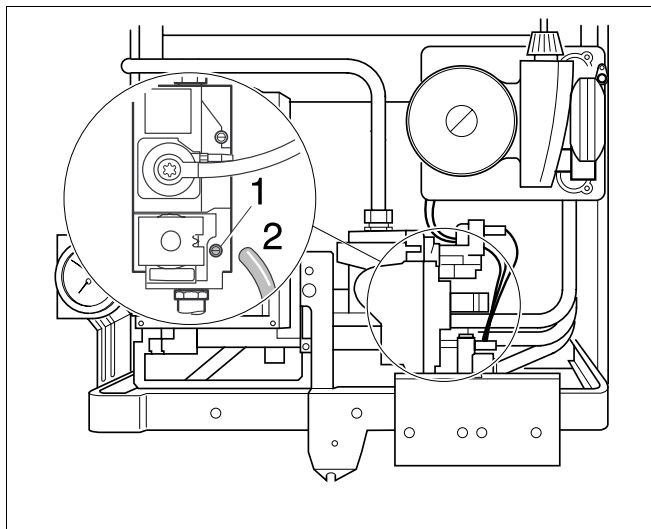
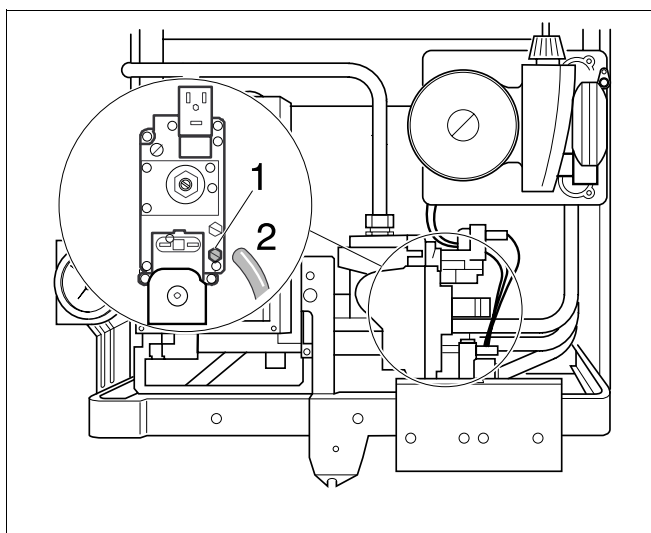

Fig. 23 Mesurer la pression d'alimentation en gaz (robinet HONEYWELL)
Fig. 24 Mesurer la pression d'alimentation en gaz (robinet SIT)
- Deserrer de deux tours la vis de fermeture sur le mamelon d'essai pour la pression d'alimentation en gaz et la purge pour le bloc HONEYWELL (fig. 23, pos. 1); pour le bloc SIT, il faut la dévisser complètement (fig. 24, pos. 1).
- Brancher le tuyau flexible de mesure du manomètre sur le mamelon d'essai (fig. 23, pos. 2 et fig. 24, pos. 2).